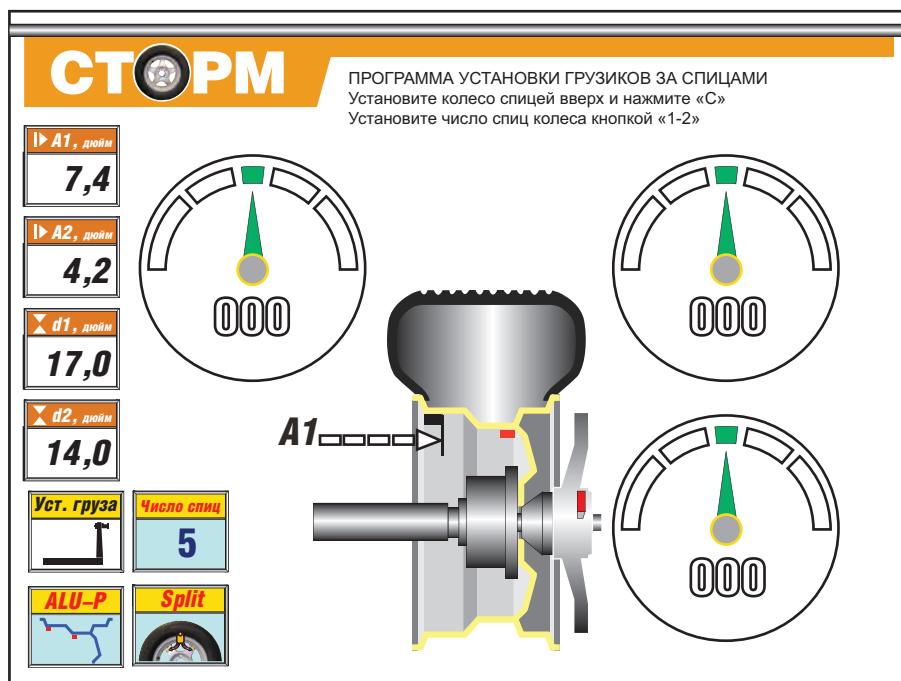

рис. 14.2
14.8. Если вы используете программу Split в сочетании с программой ALU-P, то корректирующие грузы могут быть установлены с помощью выдвижной штанги. Нажатием кнопки ALU установите программу ALU-P. Введите геометрические параметры A1, A2, d1, d2 в соответствии с п. 11.4.2. Запустите СБ. После остановки вала, нажмите кнопку A, b, d для входа в программу установки грузов линейкой. На экране монитора появится картинка (рис. 14.2), а колесо автоматически приведется в положение установки груза по внутренней плоскости. Установите на внутреннюю плоскость корректирующий груз по методике п.п. 13.2-13.4. Возвратите штангу в исходное состояние, после чего колесо автоматически повернется в положение установки одного из грузов на наружной плоскости. Установите этот груз по методике п.п. 13.2-13.4. Возвратите штангу в исходное положение, после чего колесо автоматически повернется в положение установки второго груза на наружной плоскости. Установите этот груз по методике п.п. 13.2-13.4.